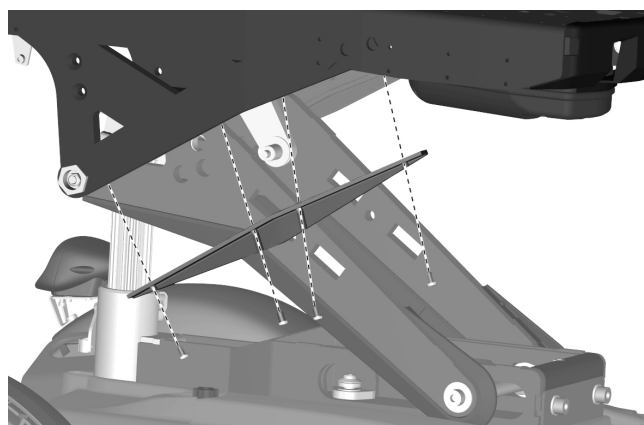

Abbildung 94. Der Klemmschutz wird mit vier Schrauben montiert.
3. Klemmschutz mit den beiden Schrauben am Oberlenker montieren. Siehe Abbildung. 94.